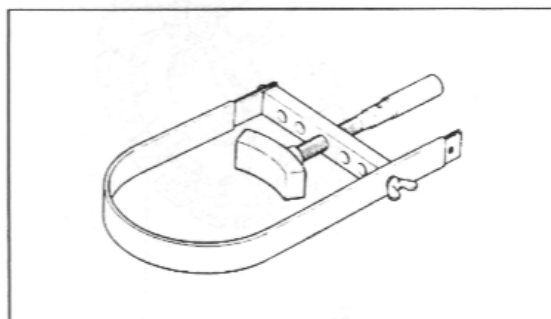

Bild 91
- Mit Rotor-Halter (Spezialwerkzeug; siehe Bild 91) Rotor blockieren und Befestigungsschraube ausdrehen.